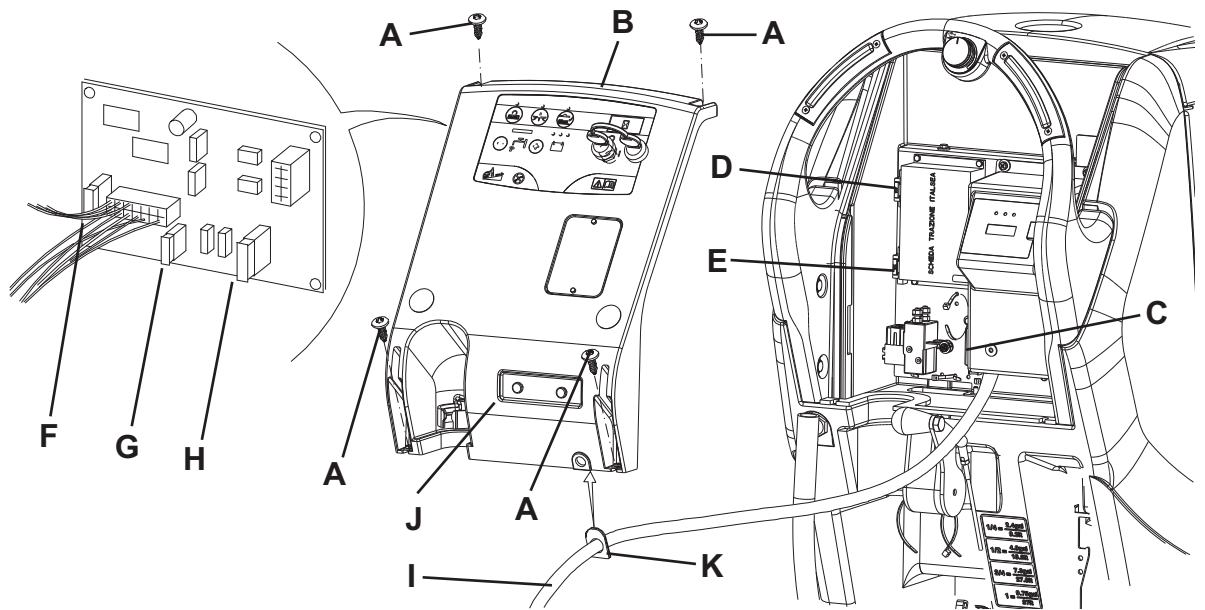

Figure 8
1. Débrancher le connecteur (12) des batteries.
2. Déplacer le tuyau de vidange de l'eau de récupération (16).
3. Si équipé, déposer le câble (I, Fig. 8) du chargeur de batterie du logement (J).
4. Déposer les vis (A) et déplacer le tableau (B) avec soin en dégageant la bague en caoutchouc (K) de son logement dans le tableau (B).